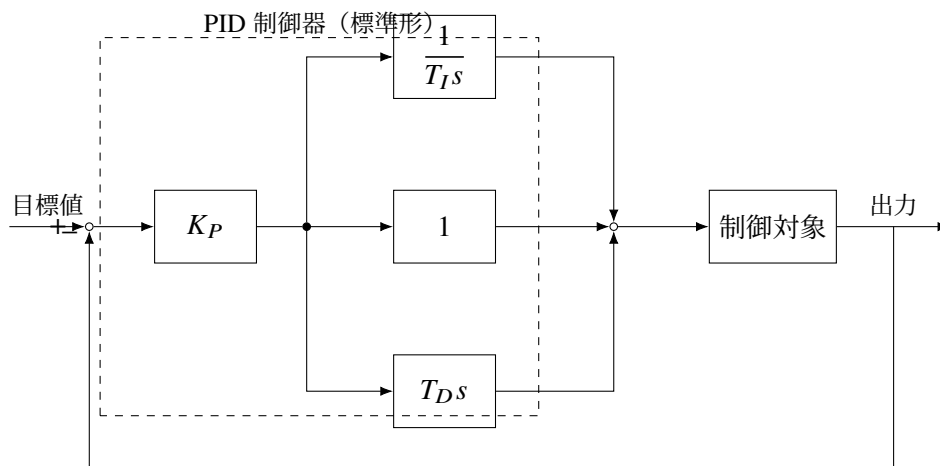

図 2 PID 制御のブロック図（標準型）
- (i) ステップ応答の測定結果，またはステップ応答の計算値から図 2 のむだ時間  $L$ ，変曲点の傾き  $R$  を読み取る．